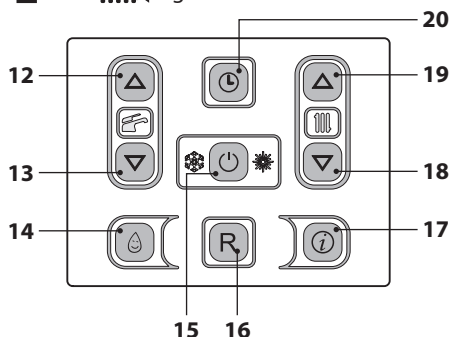

Figura 2.5
Entrare in "modalità programmazione" tenendo premuto per 5 secondi il tasto 20 (Figura 2.5) fino a far apparire sul display il simbolo (L).
Agendo sui tasti 18 (diminuzione) e 19 (aumento) Figura 2.5 è possibile impostare i valori di ora, giorno e data, agendo sui tasti 12 e 13 è possibile passare da un parametro all'altro.
- Tenere premuto per 2 secondi il tasto 15 fino a far apparire sul display entrambe i simboli  e  Figura 2.5.